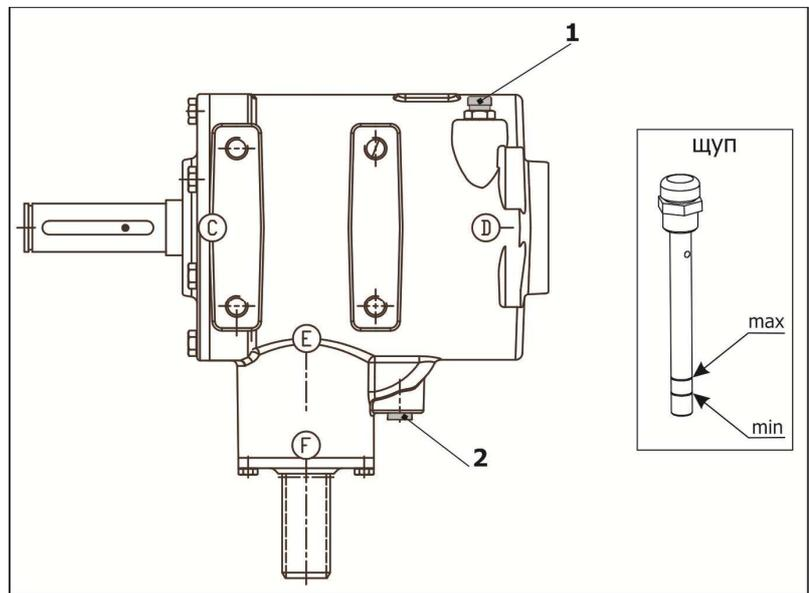

Рисунок 7.5 – Редуктор режущего аппарата
7.2.5.4 Для заполнения редуктора режущего аппарата маслом предусмотрена пробка контрольно-заливная 1 (рисунок 7.5), которая является также щупом.